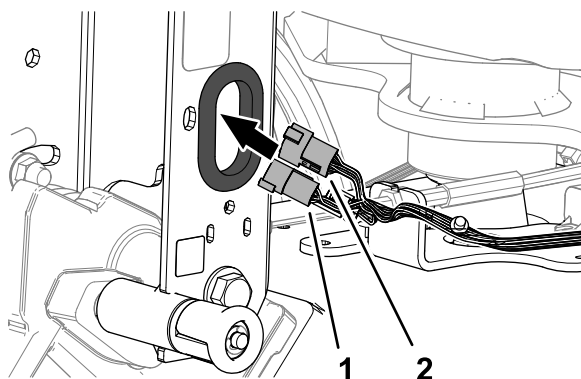

Figure 8
1. Faites passer le connecteur à 6 broches et le connecteur à 12 broches de la machine dans le passe-câble du profilé du timon (**Figure 8**).